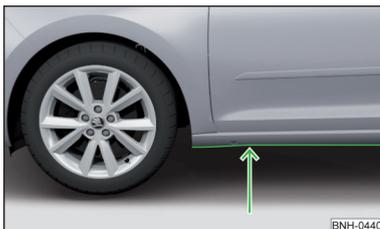

Fig. 190
- Determine la profundidad del agua antes de un vadeo. El nivel del agua debe llegar como máximo al borde inferior del larguero inferior » fig. 190.